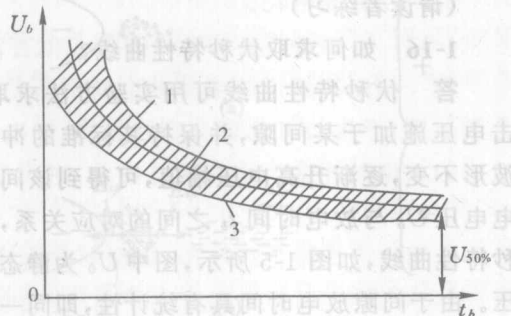

图 1-8 50%伏秒特性
答 (1) 50% 冲击击穿电压是指在该冲击电压作用下气隙击穿的概率为 50%。50% 伏秒特性是指以 50% 概率放电时间为横坐标(纵坐标仍为电压)连成的曲线, 如图 1-8 所示。50% 概率放电时间的含义是: 在伏秒特性曲线的上、下包络线间选择某一时间数值, 使在每个电压下的多次击穿中放电时间小于该数值的恰占一半。
(2) 两个术语分别应用于不同的场合: $U_{50\%}$ 是不考虑放电时延情况下表征间隙冲击击穿特性, 而 50% 伏秒特性是考虑时延情况下的表征。